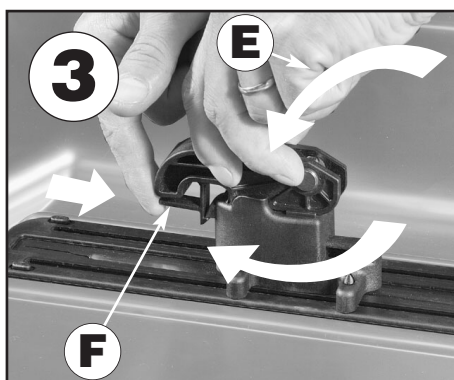

fig. 3)
- Drehen Sie den Fixier-Griff im Uhrzeigersinn, um den Haken anzuziehen, und drücken Sie den Fixier-Griff nach unten. Dieses Vorgehen sollte die Dachbox fest am Träger fixieren (fig. 3/E). **Ist dies nicht der Fall, stellen Sie den Fixier-Griff wieder senkrecht und ziehen Sie den Haken erneut an. Können Sie den Fixier-Griff nicht nach unten drücken, drehen Sie ein wenig im Gegenuhrzeigersinn und versuchen Sie es erneut.**
- Machen Sie fest die Sicherheit (fig. 3/F). **Prüfen Sie sorgfältig, dass jede Befestigungseinheit fest mit den Dachträgern verbunden ist. Vergewissern Sie sich, dass die Dachbox nicht von den Dachlastträger rutschen kann.**